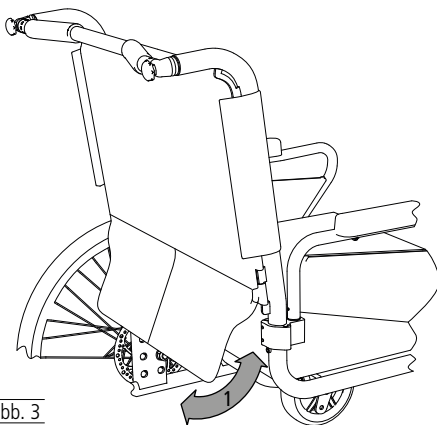

Abb. 3
1. Ryggdynan har en nedhängande kapp med kardborrband som kan sättas fast på baksidan av sittdynan så att den öppna spalten mellan ryggstöd och sits försluts (1, bild 3).